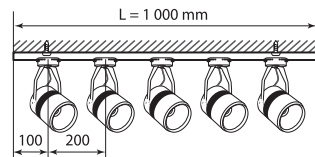

рис. 2
2. Разметьте и подготовьте монтажные отверстия. Монтажные отверстия должны быть расположены не менее, чем в 10 см от края шинопровода. Рекомендуемое расстояние между креплениями – 80 см. Рекомендуемое расстояние между светильниками не менее 20 см (рис. 2).